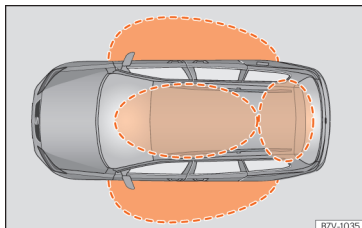
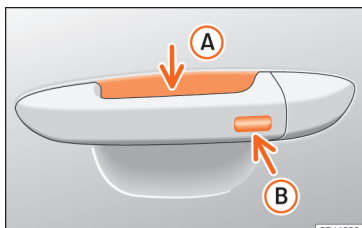

Abb. 91 Keyless Access: Näherungsbereiche.
Abb. 92 Türgriff: Sensorflächen
» Abb. 92
Keyless Access ist ein schlüsselloses Start- und Schließsystem, mit dem das Fahrzeug ohne aktive Fahrzeugschlüsselbenutzung ent- bzw. verriegelt werden kann. Dazu müssen sich lediglich ein gültiger Fahrzeugschlüssel im Erkennungsbereich für den Zugang zum Fahrzeug befinden » **Abb. 91** und eine der Sensoren an den Türgriffen berührt werden » **Abb. 92** » **1**.
Wenn sich ein gültiger Fahrzeugschlüssel in einem Näherungsbereich » **Abb. 91** befindet,
- Umfassen Sie den Türgriff. Dabei wird die Sensorfläche » Abb. 92 (A) (Pfeil) im Türgriff berührt und das Fahrzeug entriegelt sich.
- Berühren Sie *einmal* die Sensorfläche » Abb. 92 (B) (Pfeil) am Türgriff. Die Tür, an welcher der Griff betätigt wird, muss geschlossen sein.
- Berühren Sie *einmal* die Sensorfläche » Abb. 92 (B) (Pfeil) am Türgriff. Das Fahrzeug ist mit der „Safe“ » Seite 113-Sicherheitssystem verriegelt. Die Tür, an welcher der Griff betätigt wird, muss geschlossen sein.
- Berühren Sie *zweimal* die Sensorfläche » Abb. 92 (B) (Pfeil) am Türgriff, um das Fahrzeug ohne das Sicherheitssystem „Safe“ zu verriegeln » Seite 113.
Wenn sich ein gültiger Fahrzeugschlüssel in der Nähe » Abb. 91 der Heckklappe befindet, entriegelt die Heckklappe beim Öffnen des verriegelten Fahrzeugs automatisch.
- Berühren Sie die Schließaste auf dem Funkschlüssel und berühren Sie einmal innerhalb von 5 Sekunden die Verriegelungssensorfläche am Fahrertürgriff » Abb. 92 (B). Greifen Sie nicht am Türgriff, da sich das Fahrzeug sonst nicht verriegelt. Die Deaktivierung »
Um mit der **Komfortfunktion** alle elektrischen Seitenfenster und das Panorama-Schiebedach zu schließen, legen Sie einige Sekunden einen Finger auf die Verriegelungssensorfläche »» **Abb. 92** (Pfeil) am Türgriff, bis die Seitenfenster und das Dach geschlossen sind.
Schlüssel in der Nähe befindet. Ist mindestens eines der elektrisch betriebenen Seitenfenster geöffnet und wird die Sensorfläche »» **Abb. 92** (Pfeil) an einem der Türgriffe permanent aktiviert, schließen sich alle Fenster.